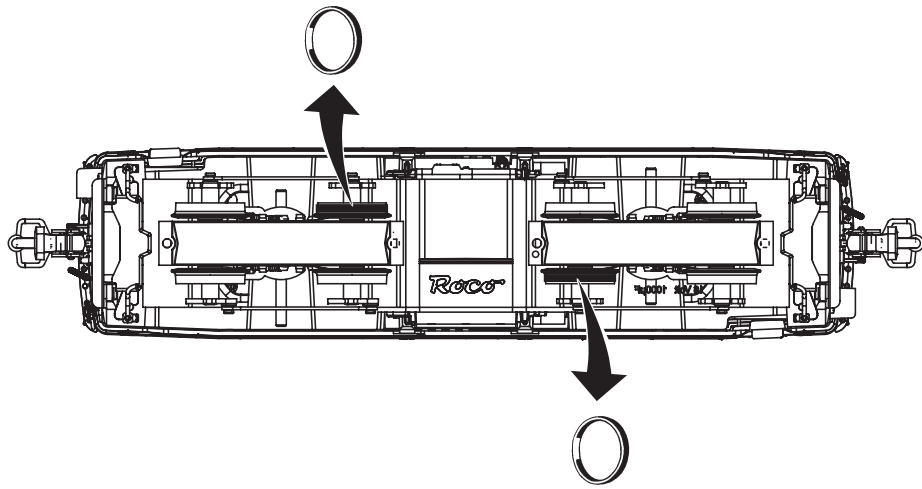

Fig. 7
1. Schmierung: Versehen Sie die im Schmierplan in Fig. 7 gekennzeichneten Stellen mit nur **kleinen Öltropfen**. Dazu zuerst das Lokgehäuse abnehmen (Fig. 3). Wir empfehlen den **ROCO Öler Art.-Nr. 10906**. Fürs Schmieren der Getriebeteile (Zahnräder, Schnecke) empfehlen wir das **ROCO-Spezialfett Art.-Nr. 10905**. Im Falle der Schmierung diese Teile **nicht ölen**.
1. Lubrication: Apply **tiny oil drops** to spots marked in fig. 7. Prior to lubrication dismantle locomotive (fig. 3). We recommend using item no. **10906, Roco oiler**. For lubrication the gearparts (e.g. cogwheels, worm) we should recommended our Roco **special grease** (item no. **10905**).
1. Graissage: N'appliquez **qu'une tout petite goutte** aux endroits indiqués par le plan de graissage (fig. 7) après avoir démonté la caisse de la locomotive (fig. 3). Nous vous recommandons le **graisseur à huile Roco réf. 10906**. Pour graisser les engrenages (roues dentées, vis sans fin) nous vous conseillons la **graisse spéciale Roco réf. 10905** pour engrenages en matières synthétiques. Lorsque vous utilisez cette graisse il faut éviter d'huiler ces composants.